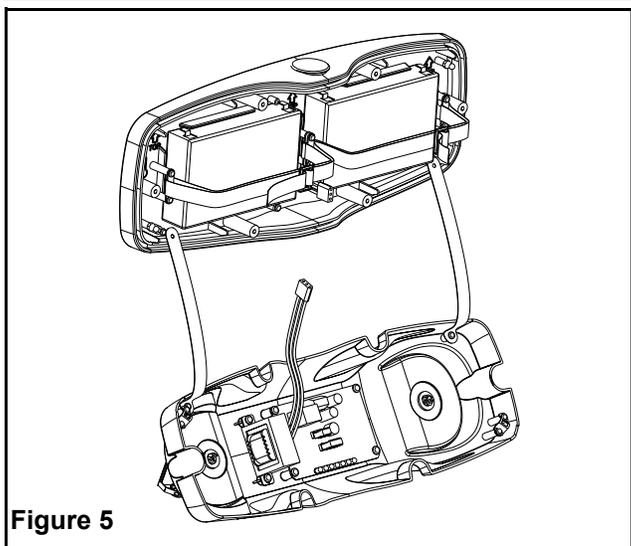
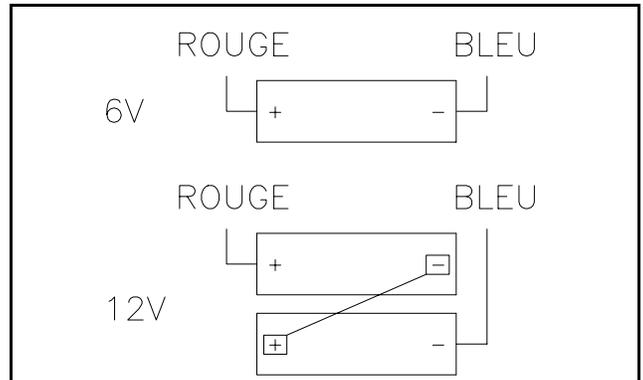
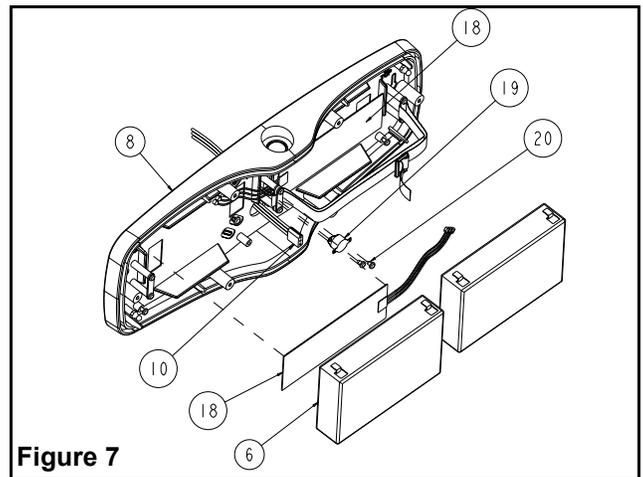

Figure 5
Figure 6
Figure 7
- Remettre les batteries en place, se référer à la figure 6 pour le raccordement des batteries. Remettre le module électronique en place tel que montré à la figure 5.
- Raccorder le chauffe batterie (18) au thermostat (19) ainsi qu'au cordon d'alimentation C.A. (10) (voir figure 7).
- c. Remettre les batteries en place. Il est très important de replacer le chauffe batterie (18) entre la batterie (6) et la plaque arrière (8) tel qu'illustré à la figure 7. Se référer à la figure 6 pour le raccordement des batteries. Remettre le module électronique en place tel que montré à la figure 5.